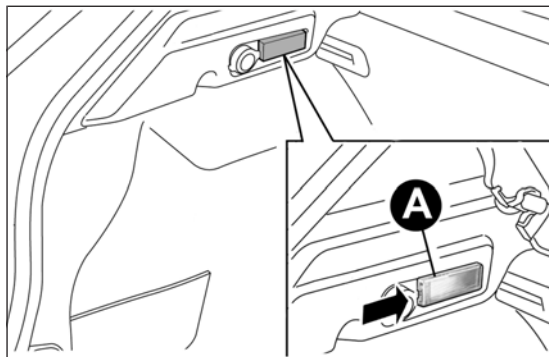

fig. 154
- apri il bagagliaio ed estrai la plafoniera A fig. 154 agendo nel punto indicato dalla freccia;
- rimonta la plafoniera A fig. 154 inserendola nella sua corretta posizione prima da un lato e quindi premendo sull'altro lato fino ad avvertire lo scatto di bloccaggio.